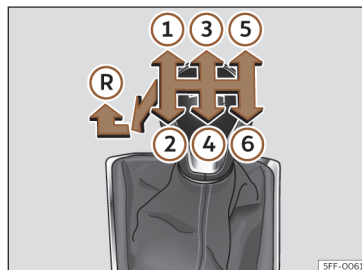

Fig. 124 Esquema de uma caixa de velocidades manual de 6 velocidades.
Na alavanca das velocidades indicam-se as posições das velocidades >>> **Fig. 124**.
- Com a alavanca das mudanças em ponto morto, pressione-a para baixo, mova-a para a esquerda até ao fim e depois para a frente para selecionar a marcha-atrás >>> **Fig. 124** (R).